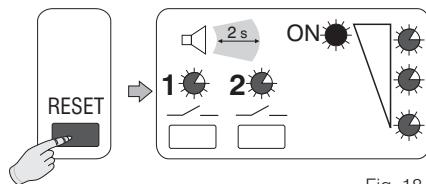

Fig. 18
- Presionar brevemente la **tecla “RESET”**: al soltarla todos los **LED** se encienden y se oye una señal acústica; el **LED ON** permanece **encendido** (fig. 18).